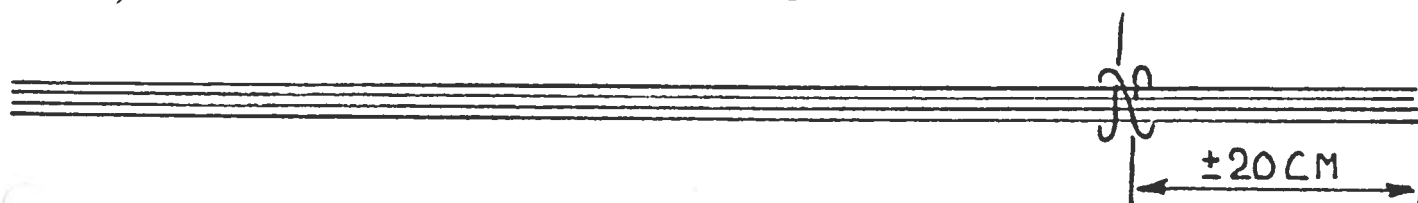

fig.1
1) Bind de 4 sisaltouwen samen d.m.v een mastworp op ± 20cm van de einden (fig.1).